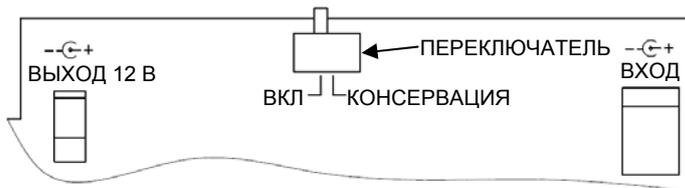

Рисунок 2 — общий вид платы при снятой крышке.
- возможность отключения встроенной АКБ с помощью переключателя (см. рисунок 2) для транспортировки, хранения, или перед длительным перерывом в эксплуатации изделия;